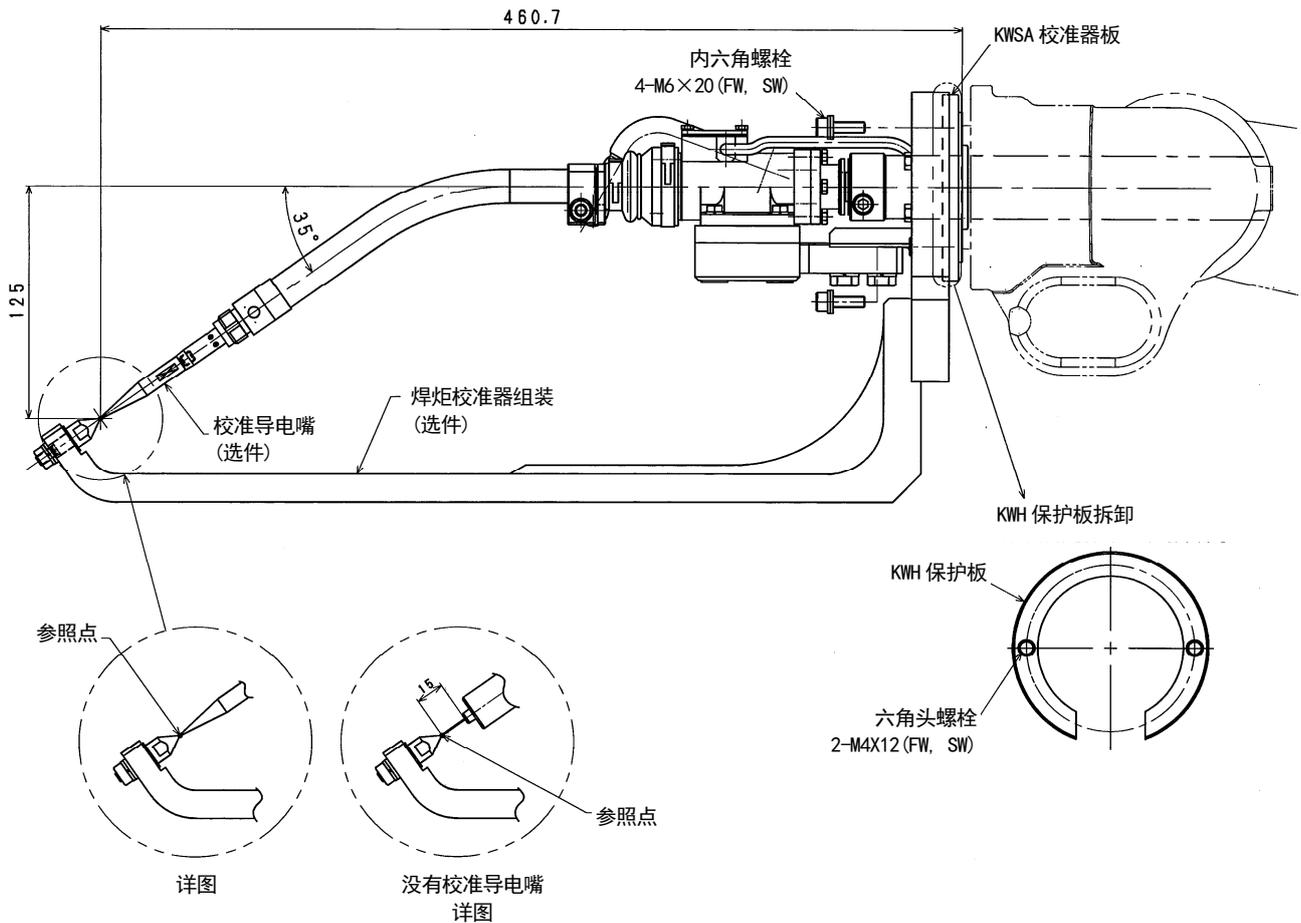

图 2.7 TOKIN 公司生产的焊炬校准器(G-type) (选件) 的安装
3. 参考图 2.7 拧松校准器板带的 2 根六角头螺栓 (M4×12)，拆卸 KWH 保护板。
4. 参考图 2.7 将焊炬校准器组装(选件)用 4 根六角头螺栓 (M6×20) 安装到 KWSA 校准器板上。